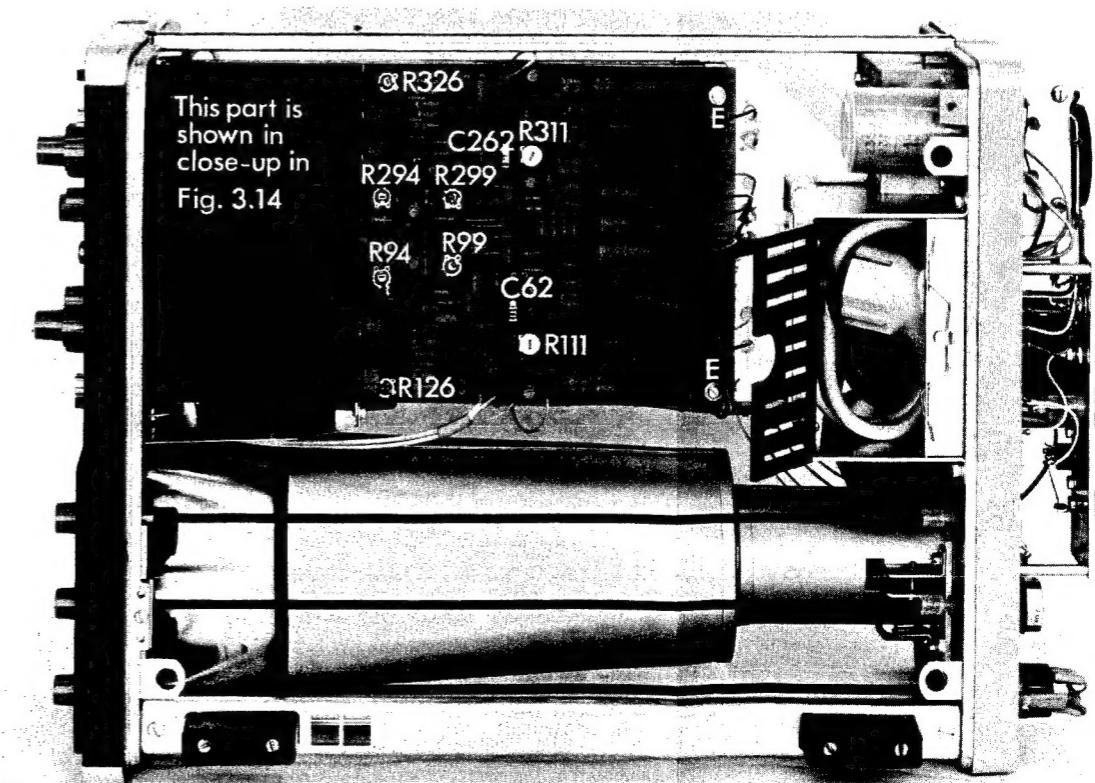

Abb. 2.23. Abgleichelemente (PM 3232)
- Prüfen, ob die Zeitbasislinie nicht mehr als 4 mm springt. Korrektur mit Potentiometer R126 (R326), Abb. 2.23.
- Prüfen, ob die Höhe des Oszillogramms 6 cm $\pm 2\%$ beträgt. Korrektur mit R111 (R311), Abb. 2.23.